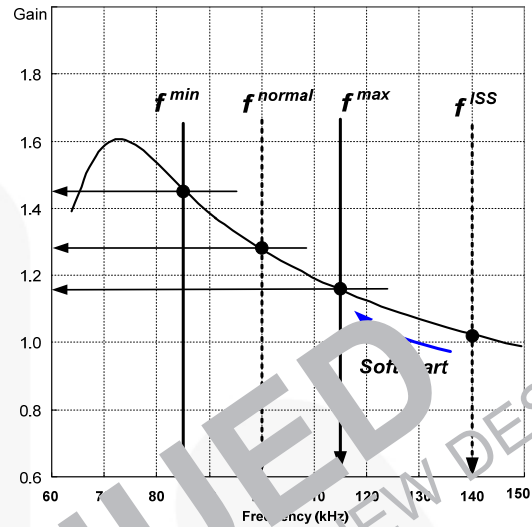
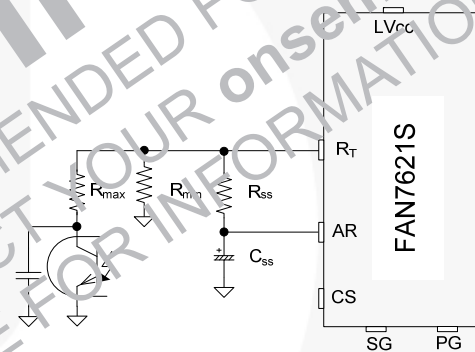
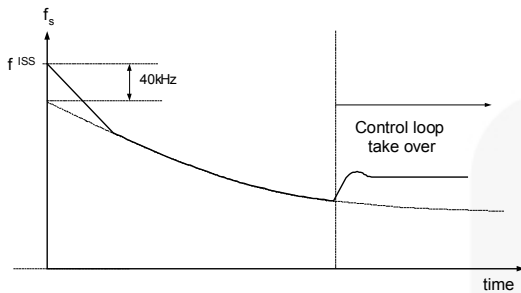

图 17. 谐振转换器典型增益曲线
图 18. 频率控制电路
图 19. 软启动的频率扫描
3. 频率设置：图 17 显示谐振转换器的典型电压增益曲线，其中增益与 ZVS 区中的开关频率成反比。输出电压可通过调制开关频率来调节。图 18 显示 R_T 引脚的典型电路配置，其中光电耦合器电阻连接至 R_T 引脚以调制开关频率。
为了防止在启动阶段，冲击电流过大，输出电压过冲，需要逐渐增加该谐振转换器的电压增益。由于谐振转换器的电压增益与开关频率成反比，因此通过从初始高频率 (f_{ISS}) 向下扫描开关频率直至建立输出电压，来实施软启动。通过在 R_T 引脚上连接 R-C 串联网路来建立软启动电路，如图 18 所示。FAN7621S 也有一个 3ms 的内部软启动来降低初始周期过程中的电流过冲，这就向外部软启动电路的初始频率中增加了 40kHz，如图 19 所示。软启动的初始频率由下式给出：